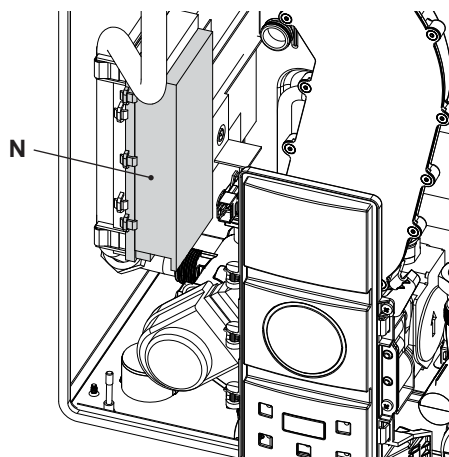

Figura 5.19
- Individuare il coperchio copri morsetteria N(Figura 5.19) ed aprirlo.